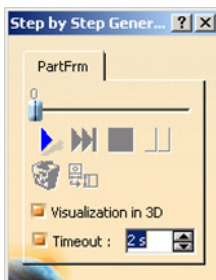

图 6-545
- » 步骤02 单击 Generate Dimensions Step by Step (逐步生成尺寸) 图标，弹出如图 6-545 所示的窗口。